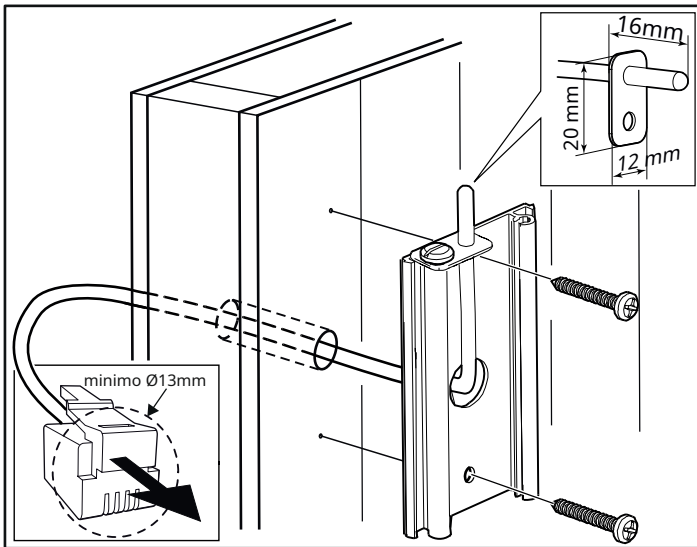

Figura 16: cablaggio attraverso il muro.
13. Installare il sensore sulla parete, vedere Fig. 15. Il filo del termistore può anche essere fatto passare attraverso la parete. Sigillare eventuali fori nella parete dietro il sensore, vedere Figura 16. Il filo del termistore può essere prolungato all'esterno della sauna utilizzando un filo a bassa tensione (2 conduttori).